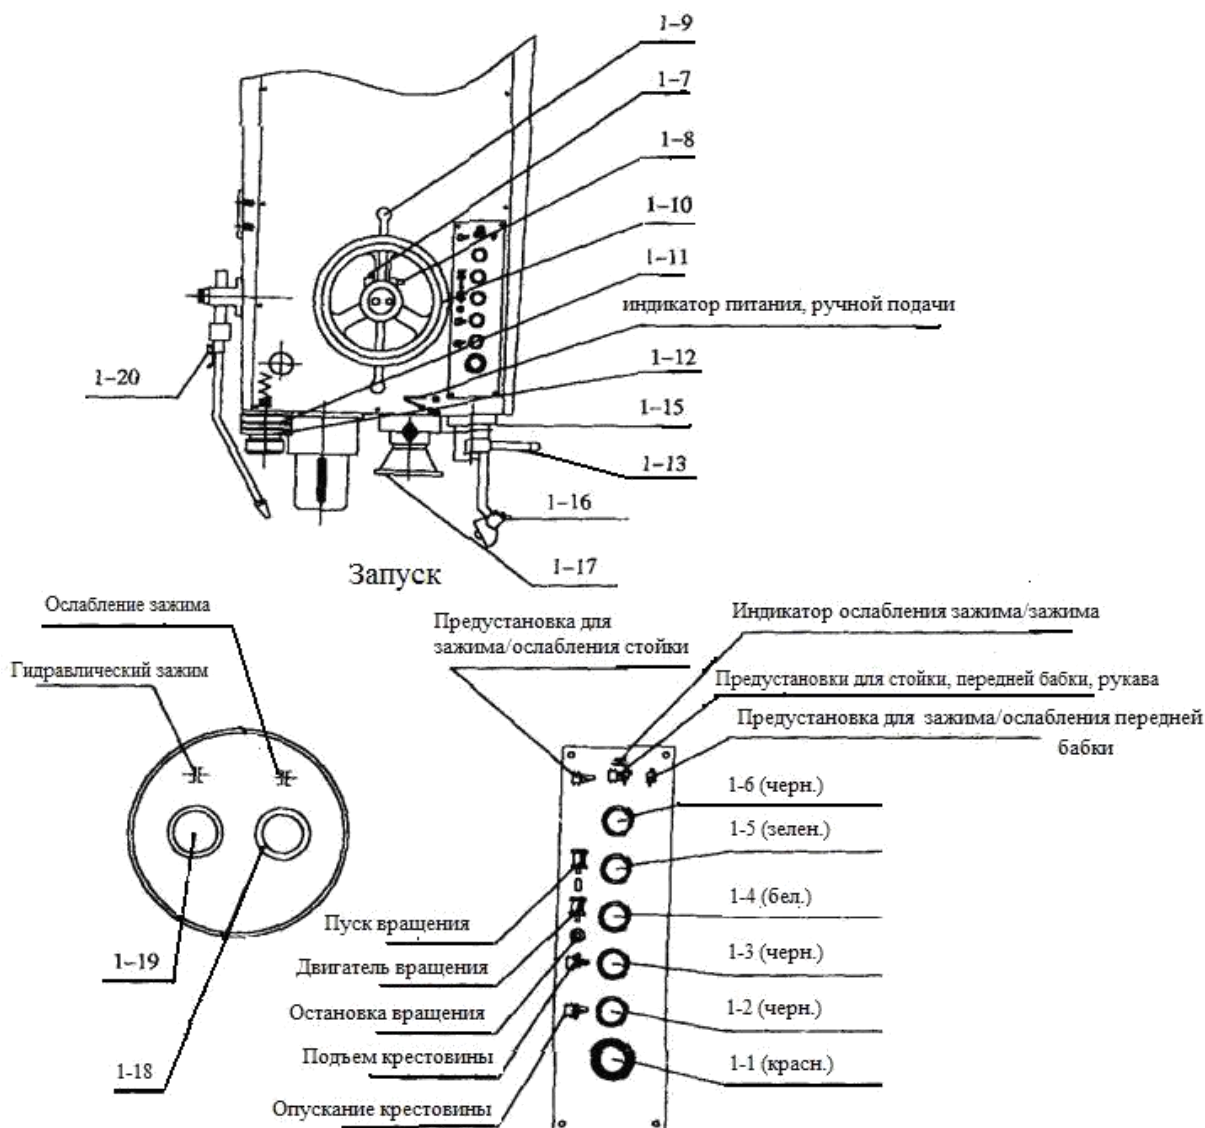

Рис. 3.1 3.2
2.4.7.5 Подключите провода основного питания. 2.4.8 Проверьте последовательность фаз (Рис.3.1): нажмите кнопку 1-18, проверьте ослаблена ли передняя бабка (или нажмите кнопку 1-19, проверьте, зажата ли передняя бабка); нажмите кнопку подъема 1-3 на рукаве, поднимите рукав на 10 мм, проверьте поднимается ли он (или нажмите кнопку опускания 1-2, проверьте, опускается ли он).
2.4.9 Нажмите кнопку опускания 1-2 (Рис. 3.1) опустите рукав на 10 мм, удалите антикоррозийную смазку с верхней части стойки. Снова поднимите рукав на 10 мм, удалите антикоррозийную смазку снизу стойки, повторяйте до полной очистки от масла. Нажмите кнопку, чтобы ослабить переднюю бабку, поверните маховик перемещения 1-10, переместите переднюю бабку к левому краю, удалите антикоррозийную смазку с направляющей, вновь установите и закрепите переднюю бабку.
3.1.4 Передняя бабка (см. Рис. 3.1)
3.1.5 Поднимите и зафиксируйте рукав: Подъем рукава осуществляется за счет подъемного двигателя, шарико-винтовая передача и гайка для подъема рычага (см. Рис. 3.1 панель передней бабки). Имеется контргайка на гайке подъема, которая предотвращает внезапное падение рукава. Гидравлическое давление обеспечивает зажим рукава
Зажим передней бабки и стойки: Гидравлическое давление обеспечивает зажим передней бабки и стойки ромбовидным блоком. Зажим может выполнять эти два действия одновременно и по отдельности. (Кнопка 1-6 на панели передней бабки), среднее положение – жесткий зажим, левое положение – ослабить зажим только стойки, правое положение – ослабить зажим только передней бабки. (кнопка 1-18, 1-19) (см. Рис. 3.1)
Перечень рукоятей управления (см. Рис. 3.1)
1. Откройте главный выключатель 4-1 на стойке, а затем нажмите кнопку пуска насоса охлаждающей жидкости 4-3 (рис. 4.4), и включите лампы (рис.3.1);
3. Установите рукав в нужное положение точно в соответствии с высотой заготовки. (кнопка 1-2,1-3 рис.3.1, следующий за 4.8 такой же)